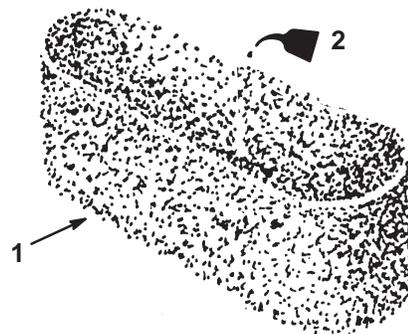

Bild 24
- C. Gießen Sie etwas Öl auf den Einsatz (Bild 24). Drücken Sie den Einsatz, um das Öl zu verteilen.